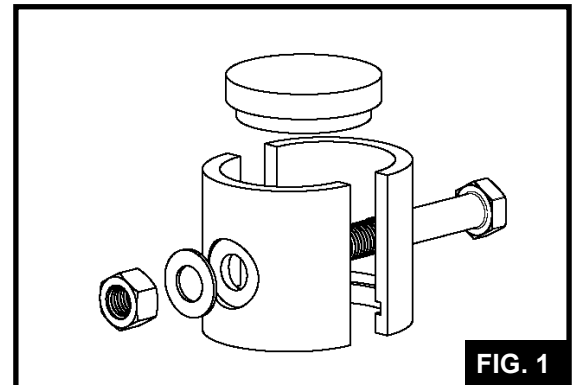

FIG. 1
- ◆ End Bushing Bar Pin (**See FIG. 1**)